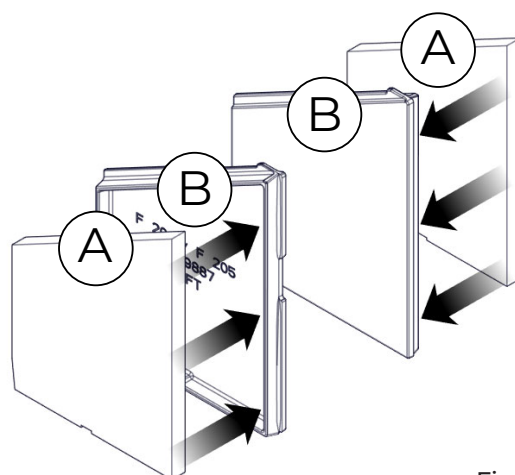

Fig. 7.9
4	Inserire i pannelli isolanti (A) sulle nuove piastre laterali (B) (Fig 7.9)